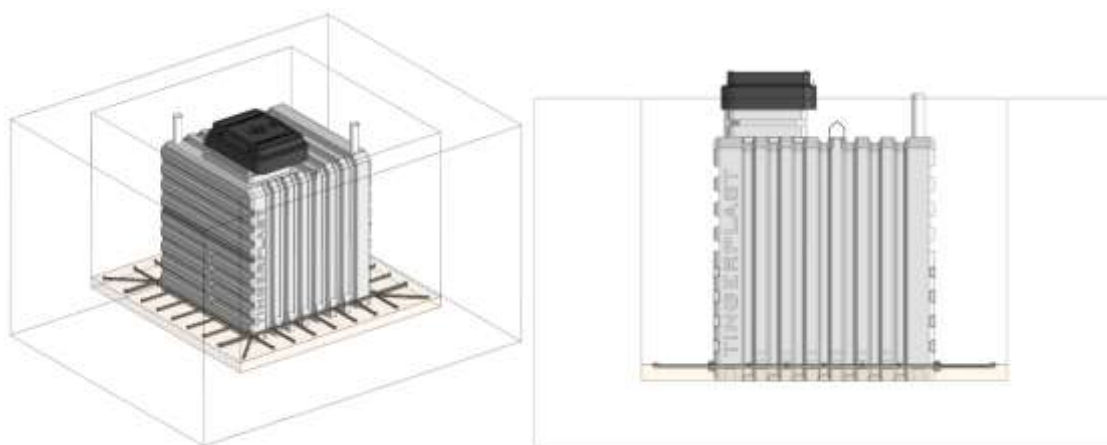

Рисунок 5 – Отсыпка съемной юбки
4. Произвести отсыпку песчаной смесью до **верхнего края** монтажной юбки (см. Рис. 5).